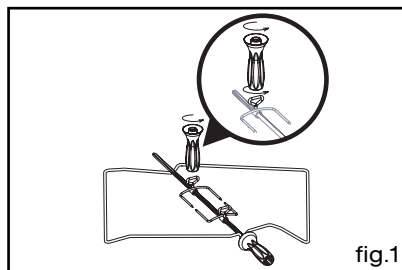

fig.1
- disposez le plat multi-usages au gradin N°1 pour recueillir les jus de cuisson ou sur la sole si la pièce à rôtir est trop grosse (fig.1).
- enfiler une des fourchettes sur la broche ; embrochez la pièce à rôtir ; enfiler la deuxième fourchette ; centrez et serrez en vissant les deux fourchettes à l'aide de la poignée (fig.1).
- Ouvrez complètement la porte et la bloquer à l'aide de deux butées rouges (fig.1)